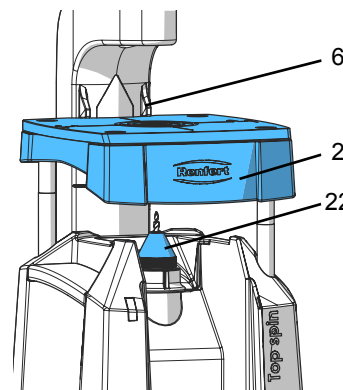

Abb. 8
- ⇒ Spindelarretilierung (7, Abb.1) drücken und Spannmutter (22, Abb. 8) drehen bis die Spindelarretilierung einrastet.